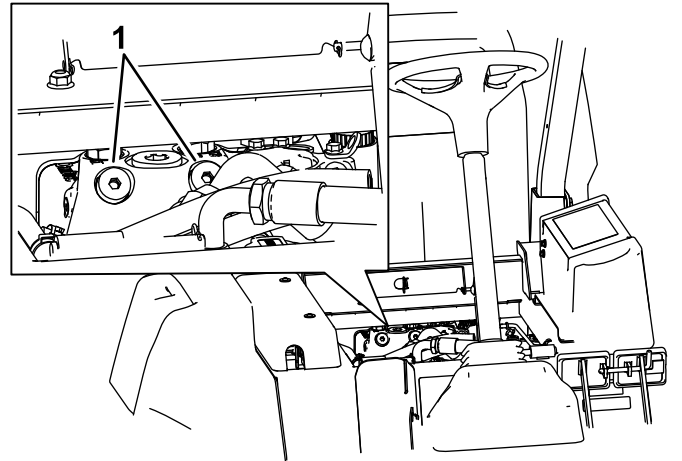

Figura 38
1. Levante el asiento y localice las válvulas de desvío, que están situadas debajo de la parte delantera del depósito de combustible (Figura 38).